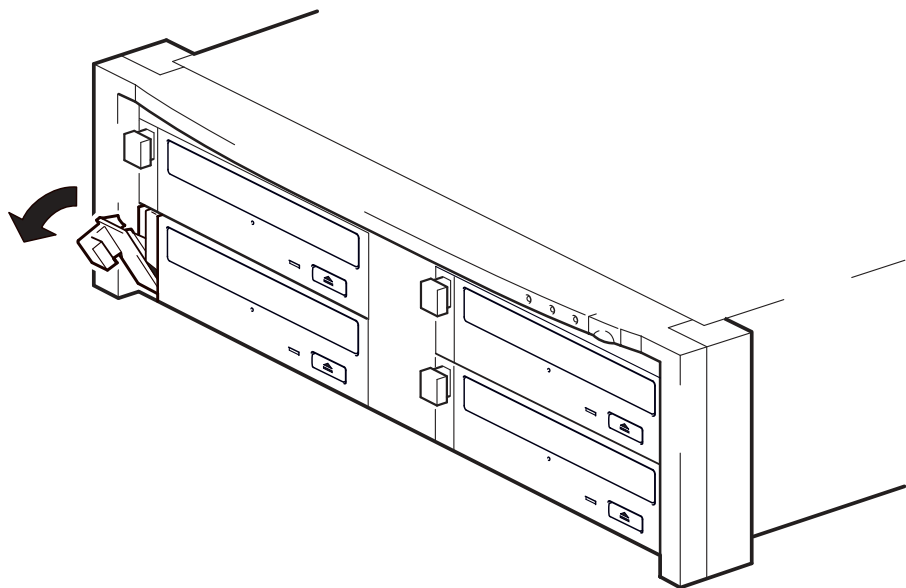

Figura 5a: puxar a alavanca de extração para fora
- 1** Puxe a alavanca de extração da unidade que deseja substituir para que fique na posição para fora. (Veja a figura 5a.)